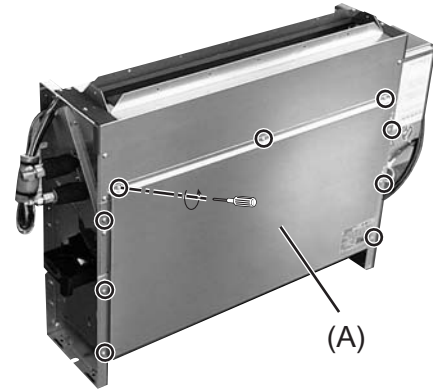
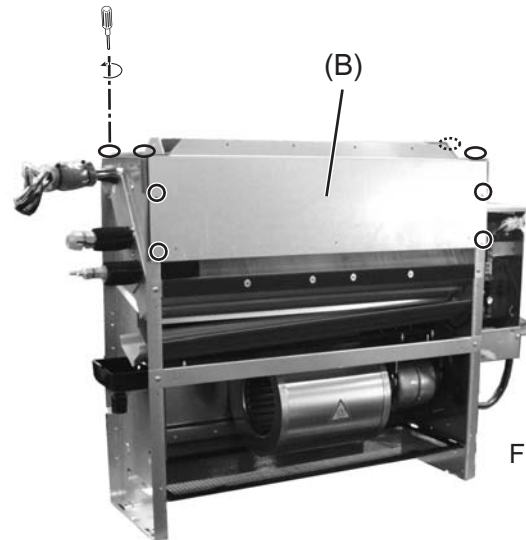
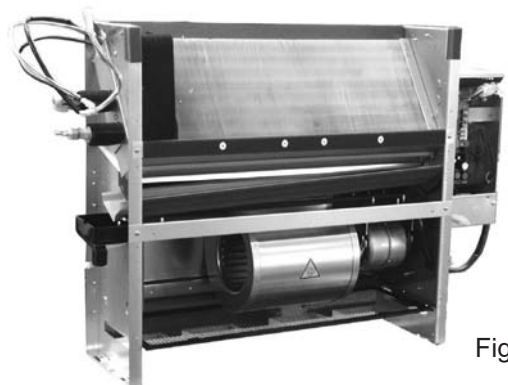

Fig.1
Fig.2
Fig.3
<p>1. Removiendo el panel frontal (A)</p> <p>(1) Remueva los tornillos de fijación (dos) del panel frontal (A). (Fig. 1)</p> <p>(2) Sostenga el fondo del panel frontal con sus manos, y levántelo suavemente. El panel frontal deberá caer hacia adelante. (Fig. 2)</p> <p>2. Removiendo la tapa de la caja de control (B)</p> <p>(1) Remueva los tornillos de fijación (dos) de la tapa (B) y remueva la tapa (B). (Fig. e)</p>	 <p style="text-align: right;">Fig.1</p>  <p style="text-align: right;">Fig.2</p>  <p style="text-align: right;">Fig.3</p>
<p>1. Removiendo el gabinete lateral</p> <p>(1) Abra la cubierta del panel de control (A), remueva los tornillos de fijación (dos) de la cubierta de seguridad. (Fig. 1)</p> <p>(2) Tire hacia arriba del gabinete lateral (B). (Fig. 2)</p>	 <p>Fig.1</p> <p>Fig.2</p>
<p>2. Removiendo el termistor</p> <p>(1) Remueva los tornillos de fijación (tres), remueva la cubierta (C) y (D). (Fig. 3)</p> <p>(2) Remueva el termistor (gas)(E) y el termistor (líquido)(F). (Fig. 4)</p>	 <p>Fig.3</p> <p>Fig.4</p>
<p>1.Removiendo el termistor (1)Remueva el termistor de debajo de la caja de control.</p>	 <p>Termistor</p> <p>Fig.1</p>
<p>1.Removiendo el panel de drenaje (1)Remueva el tornillo de fijación del marco lateral de la caja de control. (Fig. 1)  (2)Deslice el panel de drenaje en la dirección de la flecha ①.</p>	 <p>Fig.1</p>  <p>Fig.2</p>
<p>1. Deslizando la sección del ventilador (Fig. 1)</p> <ol style="list-style-type: none"><li>(1) Remueva los tornillos de fijación (dos) (a).</li><li>(2) Deslice la sección del ventilador en la dirección de la flecha ①.</li></ol> <p>2. Removiendo el motor del ventilador (Fig.2)</p> <ol style="list-style-type: none"><li>(1) Remueva los tornillos de fijación (dos) (b) del gabinete del ventilador(A).</li><li>(2) Remueva el tornillo de fijación del eje del motor del ventilador y remueva el gabinete del ventilador (A) y el ventilador sirocco.</li><li>(3) Remueva los tornillos de fijación (dos) (c) de los soportes del motor (dos) y remueva el motor.</li></ol> <p>Aviso: En el caso del modelo(PFFY-P32-63) despegue los ejes del motor de ambos lados del motor.</p>	 <p>Fig.1</p>  <p>Fig.2</p>
<p>1. Removiendo el gabinete (1) Remueva los tornillos de fijación (seis) y remueva el gabinete. (Fig. 1)</p> <p>2. Removiendo las tapas 1 y 2 con el procedimiento 8-2. (Fig. 2)</p> <p>3. Removiendo el intercambiador de calor (1) Remueva los tornillos de fijación (cuatro) y remueva el soporte del intercambiador de calor. (Fig. 3)</p> <p>(2) Remueva al intercambiador de calor, moviendo de lado a lado.</p>	 <p data-bbox="1353 882 1414 913">Fig.1</p>  <p data-bbox="1353 1431 1414 1462">Fig.2</p>  <p data-bbox="1353 2056 1414 2087">Fig.3</p>
- (1) Remueva los tornillos de fijación (nueve) de la placa (A) y remueva la placa. (Fig. 1)
- (1) Remueva los tornillos de fijación (ocho) del conjunto difusor de aire (B) y remuévalo. (Fig. 2)